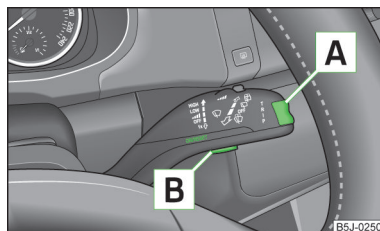

Fig. 5
La modification de la mémoire se fait au moyen de la touche  » fig. 5 à la page 14 sur la manette des essuie-glaces.
La touche à bascule pour la sélection des points de menu  » fig. 5 ainsi que la touche de commande  se trouvent sur la manette des essuie-glaces.
➤ Appuyez sur la partie supérieure ou inférieure de la touche à bascule  » fig. 5. Ceci permet d'afficher successivement les points de menu individuels de l'affichage multifonction.
➤ Donnez une impulsion sur la touche  » fig. 5.
➤ Appuyer de façon prolongée sur la touche  » fig. 5.
- Sélectionner l'option **Alerte** à (visuel MAXI DOT) avec la touche [A] » fig. 5 à la page 14 ou ⊖ (visuel à segments).